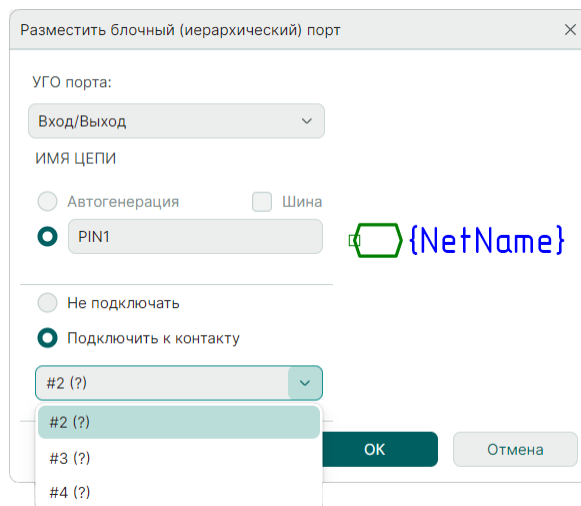

Рис. 276 Сопоставление блочного порта с выводом УГО блока
3. Сопоставьте блочный порт с выводом УГО блока. Данное действие доступно только в том случае, если для УГО блока были созданы выходы. Для сопоставления порта и вывода установите переключатель в положение «Подключить к контакту» и с помощью выпадающего списка выберите нужный вывод УГО блока, см. Рис. 276.